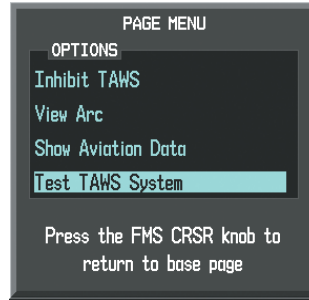

Figure 6-152 TAWS-B Page Menu
- 2) Press the **MENU** Key (Figure 6-152).